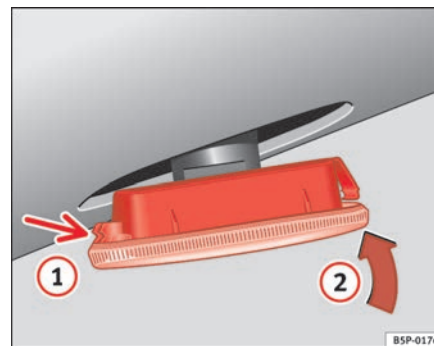

Fig. 196 Indicador de direcção lateral
- Primeiro, coloque o indicador de direcção no orifício da carroçaria, encaixando as patilhas ⇒ página 269, fig. 196, seta ①.
- Encaixe a lâmpada tal como indica a seta ② ⇒ página 269, fig. 196. ■